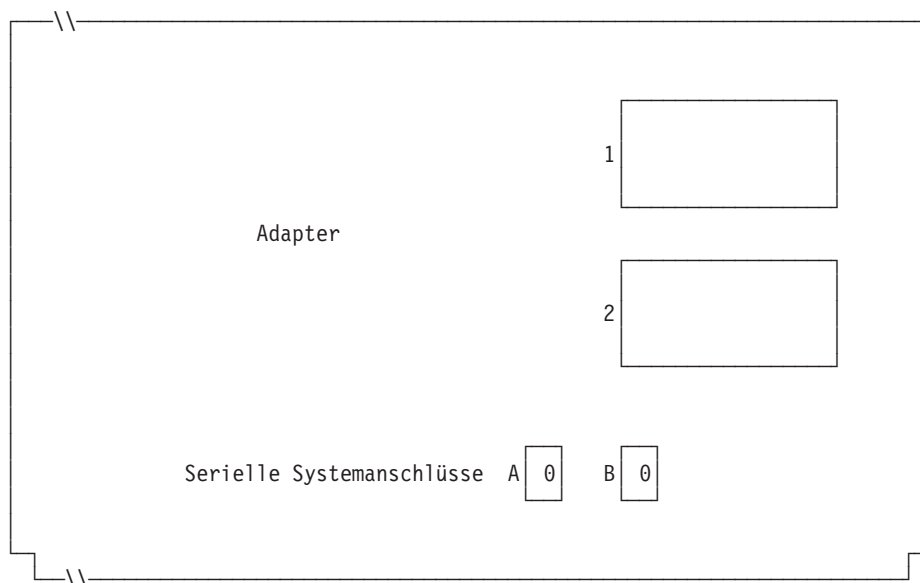

Abbildung 105. Rechte Seite der Rückseite einer Kombination Handelscomputer/Datenkasse IBM 4694-2x6
Abb. 105 auf Seite 329 die Anschlussnummer eintragen. Eine Null (0) eintra-